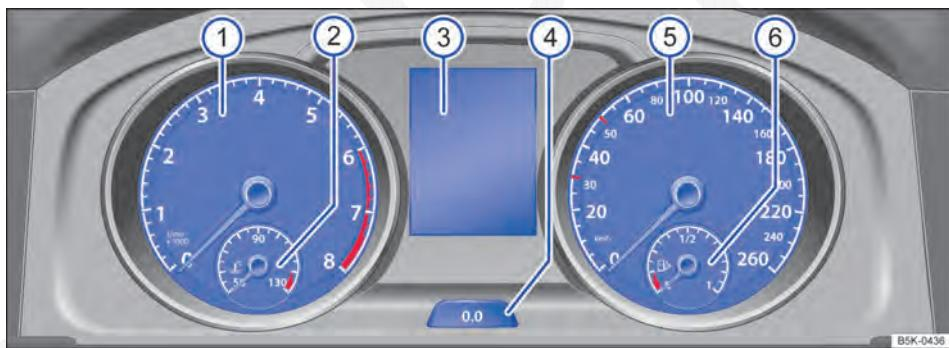

Fig. 10 No painel de instrumentos: instrumento combinado.
Legenda para Fig. 10:
Dependendo da versão do veículo, é possível que sejam exibidas diferentes informações no display do instrumento combinado ⇒ Fig. 10 ③: